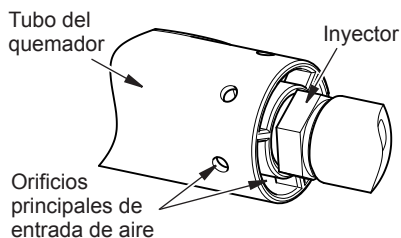

Figura 29 - Quemador y soporte del inyector
2. Inspeccione el quemador, el piloto y los orificios de entrada de aire principales del inyector en busca de polvo y suciedad (consulte Figura 29).